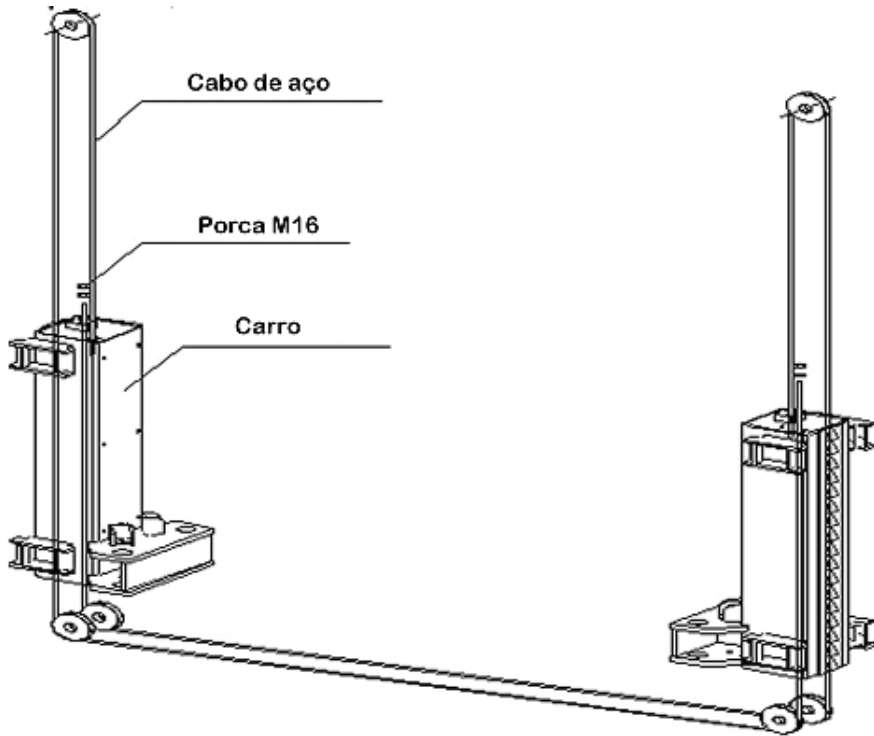

Fig.5
- 7.4 instalar e ajustar o cabo de aço de balanceamento Levante os dois carros até a posição de travamento de segurança (certifique-se de que as travas de segurança em cada coluna estejam totalmente engatadas antes de tentar instalar os cabos) e que os dois carros estejam em posição igual em relação ao piso (mesma altura). Instale os dois cabos de aço conforme mostrado na Fig.5.